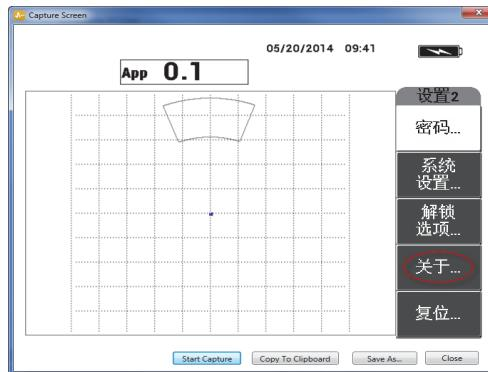

图 7-3 关于菜单
2. 按 D 键，选择关于菜单（参见第 165 页的图 7-3）。